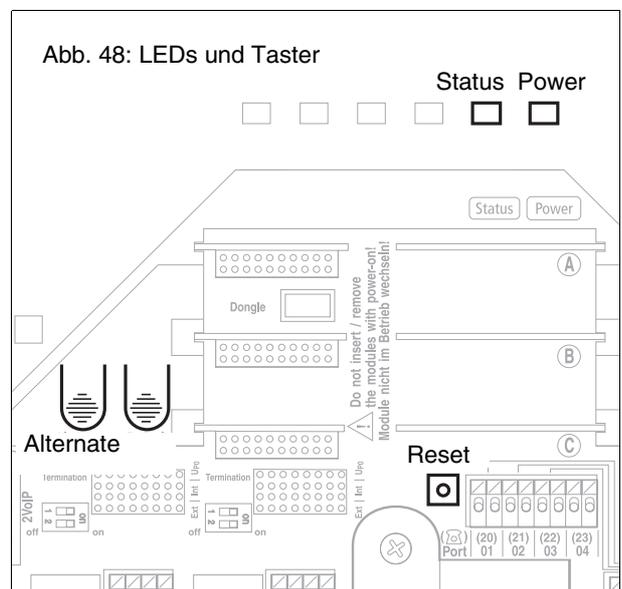

Abb. 48: LEDs und Taster
1. Betätigen Sie den Taster „Reset“. Siehe Abb. 48.